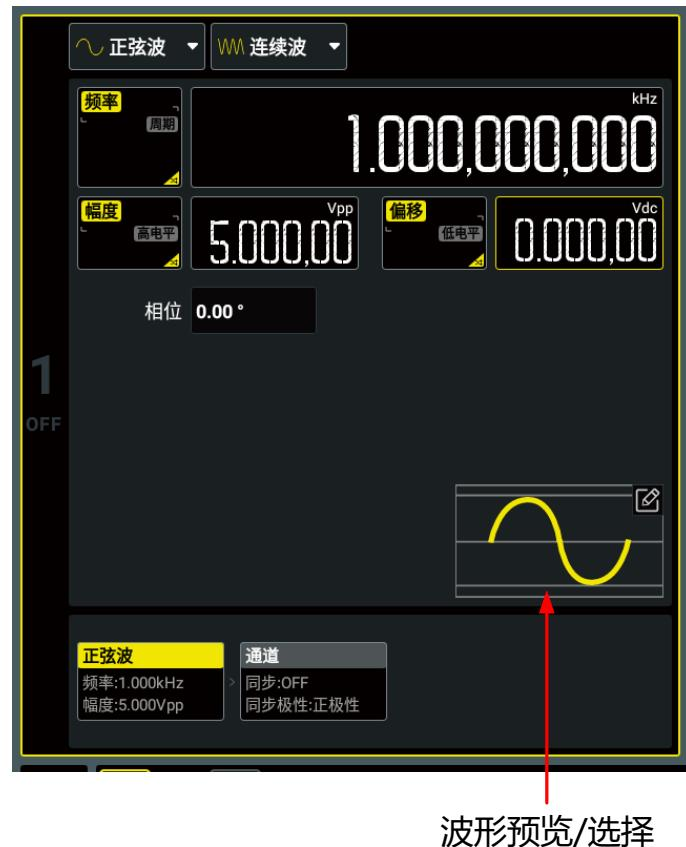

图 5.1 连续波设置界面
- 在连续波设置界面（图 5.1），点击“基础波形类型”项下拉菜单选择“正弦波”。
- 在连续波设置界面（图 5.1），点击“波形预览/选择”区，在弹出的菜单中点击 **内建波形** > **Sine**。
- 在连续波设置界面 (图 5.1)，点击“基础波形类型”项下拉菜单，选择“方波”。
- 在连续波设置界面 (图 5.1)，点击“波形预览/选择”区，在弹出的菜单中点击 **内建波形** > **Square**。
- 在连续波设置界面（图 5.1），点击“基础波形类型”项下拉菜单，选择“锯齿波”。
- 在连续波设置界面（图 5.1），点击“波形预览/选择”区，在弹出的菜单中点击 **内建波形 > Ramp**。